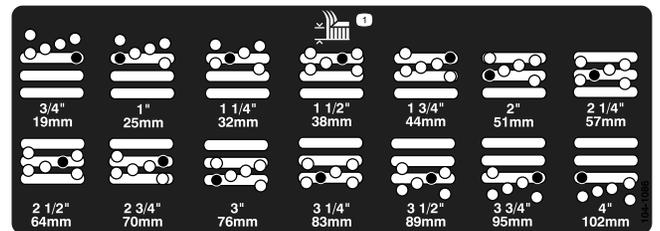

Bild 8
5. Stellen Sie die Kammer auf die gewünschte Schnitthöhe ein und setzen Sie das Distanzstück im gewünschten Schnitthöhenloch und -schlitz ein (Bild 8).